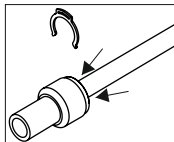

Bild 2
- 2) Drücken sie den Flansch der Schnellanbindung gleichmäßig herunter (Bild 2).